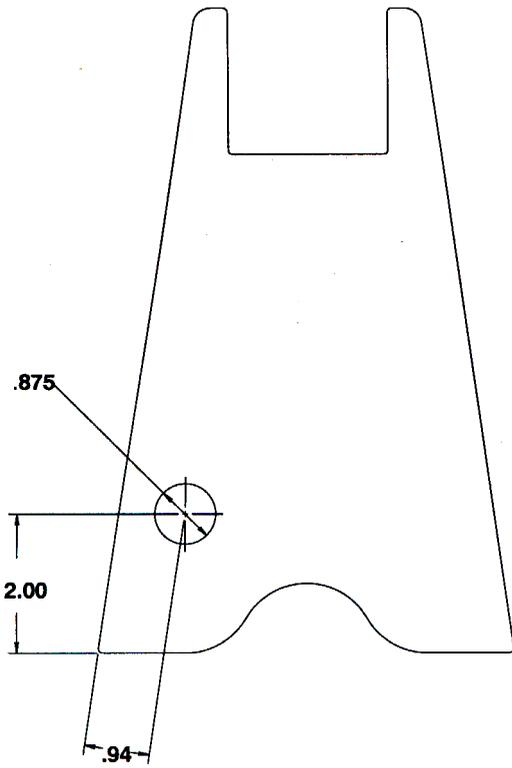

図13
19. 図13を参照して、右キャスト・ブラケットの前部に直径 0.875 in. (22.2 mm) の穴を開ける。
20. キャリッジ・ボルト (5/16 x 1 in) とロックナット (5/16) 各3を使って、カッティングユニットの右後角部にタイ・ダウン・ブラケットを取り付ける。ブラケットは図13のように取り付ける。ボルトは、頭部がカッティングユニットの内側に来るように取り付けること。